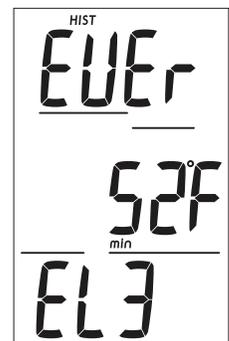

Fig. 45 - ÉCRAN HISTORY 3
**Écran History 3** : paramètres affichés (Fig. 45)